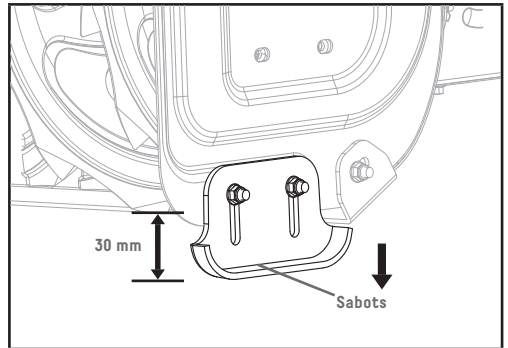

Figure 15B
- Sur un terrain inégal, p. ex., sentiers en gravier, les sabots devraient être réglés à environ 30 mm (la distance entre la tarière et le sol) (figure 15B).